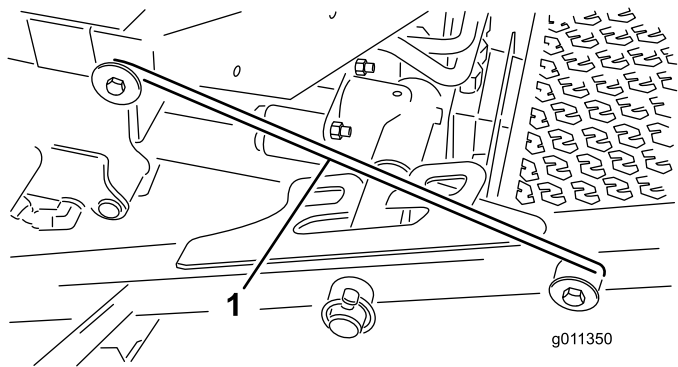

図 35
4. 前のキャリアフレームリテーナからラッチのロッド図 35を外す。
5. 前カッティングデッキの外側を持ち上げ、運転台前部のフレームについているピンにラッチを掛ける図 35。